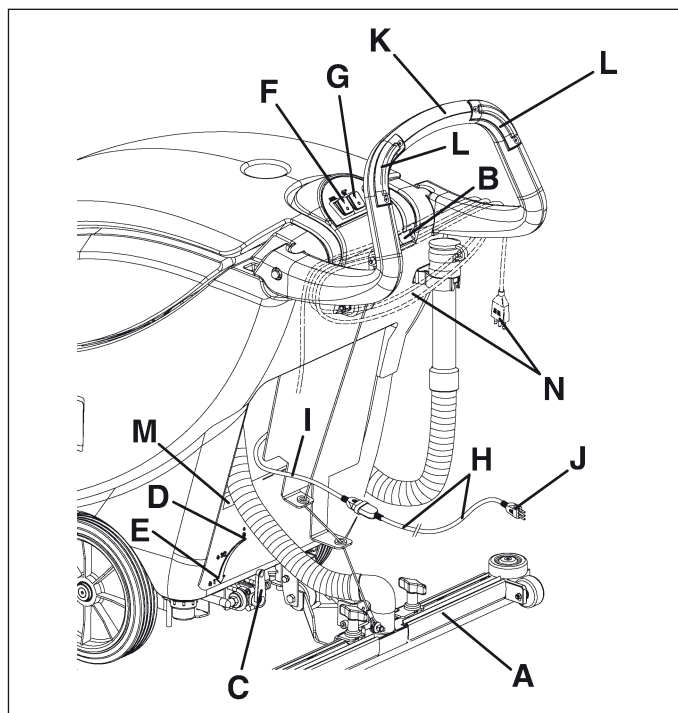

Figure 8
Brancher la rallonge (H, Fig. 8) livrée avec la machine au câble d'alimentation (I). Brancher la fiche (J) de la rallonge au réseau électrique.
**Avant de brancher la machine au réseau électrique, s'assurer que la fréquence et la tension indiquées sur la plaque avec numéro de série et données techniques (M, Fig. 8) coïncident avec la tension de réseau.**
3. Baisser l'embouchure (A, Fig. 8) en tournant le levier (B) vers le bas.
4. Positionner le levier de réglage du flux de solution (C, Fig. 8) dans une des positions suivantes, selon le type de nettoyage à effectuer :
- **Système ECO** : en positionnant le levier (C, Fig. 8) sur ECO (D), la machine travaille en condition d'emploi programmé de l'eau (économie) ; en effet, puisque le flux est prédéterminé et constant, la machine peut travailler avec une autonomie de lavage de 70-80 minutes [0,08 gallons/min (0,3 litres/min)].
- **Système variable** : en tournant le levier à gauche dans la position relative au flux variable (E, Fig. 8), il est possible d'augmenter le flux jusqu'à un débit maximum de 0,26 gallons/min (1 litre/min).
5. Positionner les interrupteurs (F et G, Fig. 8) sur "I".
6. Tout en gardant les mains sur le guidon (K, Fig. 8) démarrer la machine en appuyant sur l'un ou les deux boutons-poussoirs de validation (L).
7. Relâcher les boutons-poussoirs (L, Fig. 8).
8. Positionner les interrupteurs (F et G, Fig. 8) sur "0".
9. Débrancher la fiche (J) du câble d'alimentation du réseau électrique. Si besoin est, enrouler le câble d'alimentation (H, Fig. 8) autour du guidon en position (N).
10. Baisser l'embouchure en tournant le levier (B, Fig. 8) vers le haut, jusqu'à fin de course.